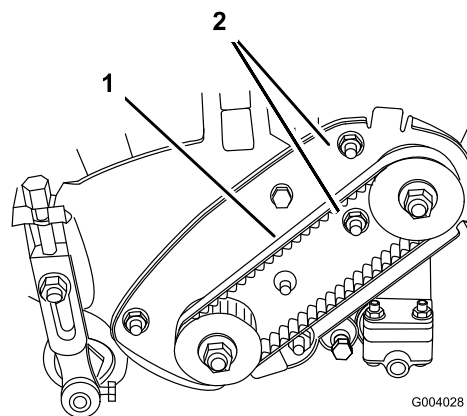

Figura 39
A. Allentate i dadi di montaggio della sede del cuscinetto (Figura 39).
- C. Serrate i dadi di montaggio della sede del cuscinetto tenendo ferma nel contempo la chiave torsionometrica all'impostazione prescelta (Figura 39). Non tendete eccessivamente la cinghia.